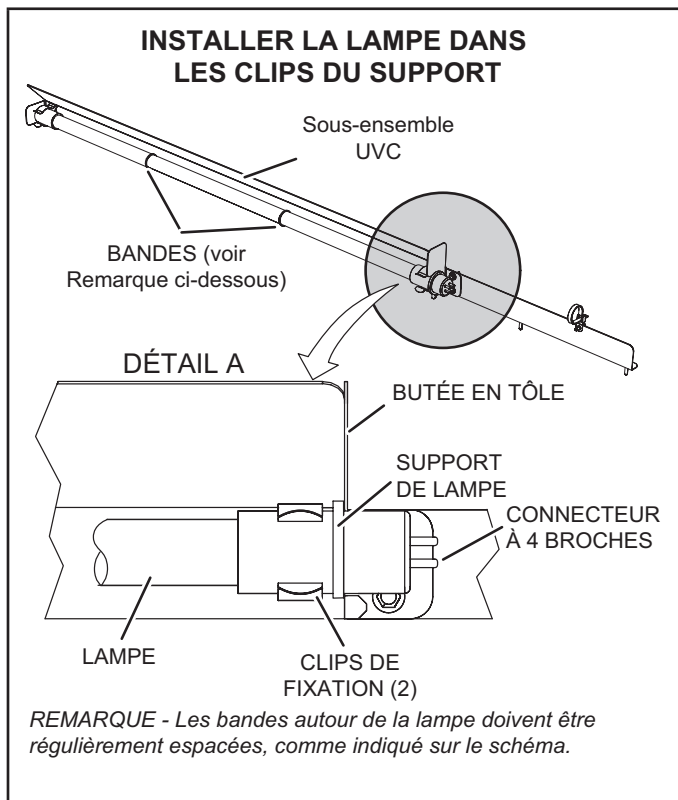

FIGURE 45
- 7 - Portez des gants en coton ou utilisez un chiffon en coton pour manipuler la nouvelle lampe. Placez la nouvelle lampe dans les clips de fixation de l'ensemble UVC. Vérifiez que la bride de la lampe située à l'extrémité du connecteur est bien insérée entre le clip de fixation de la lampe et la butée métallique (voir FIGURE 45).